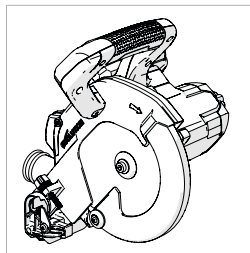

Fig. 5
- La cabeza de corte (en la «posición bloqueada» según se saca del embalaje) (**Fig. 5**)